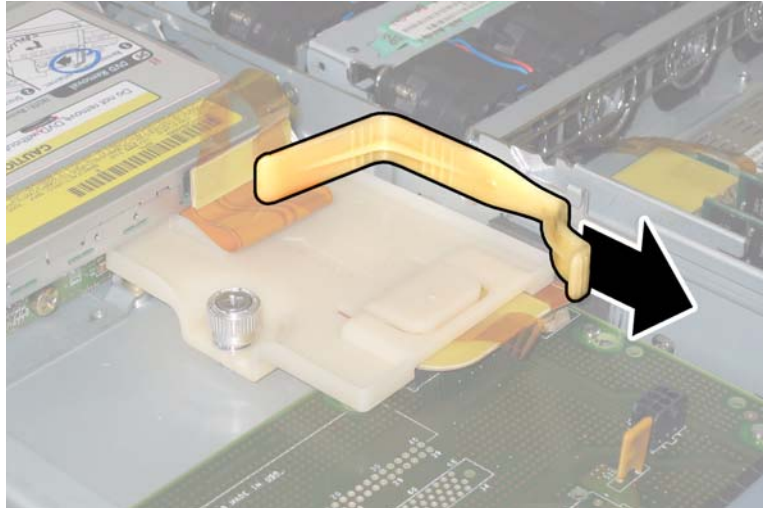

図 3-13 上部ケーブルリテーナの取り外し
6. シャーシ内部から上部のケーブルリテーナを取り外します。図 3-13 を参照してください。
ご参考： DVD-ROM ドライブ、フレックスケーブル、およびそのケーブルリテーナを交換する時は、図 3-13 に示すようにフレックスケーブルを折り畳んだ状態で再配置します。フレックスケーブルを DVD-ROM ドライブの後ろにはさまないでください。フレックスケーブルを傷める場合があります。